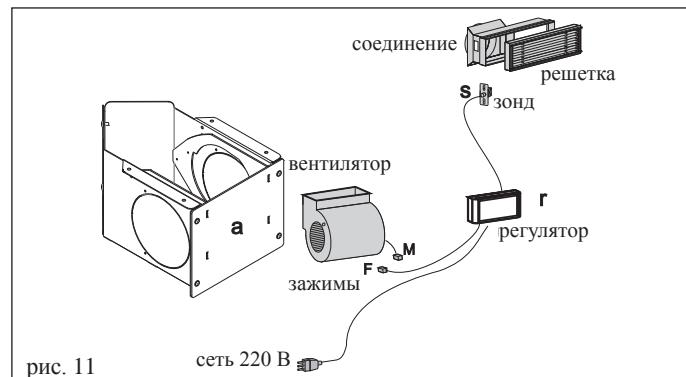
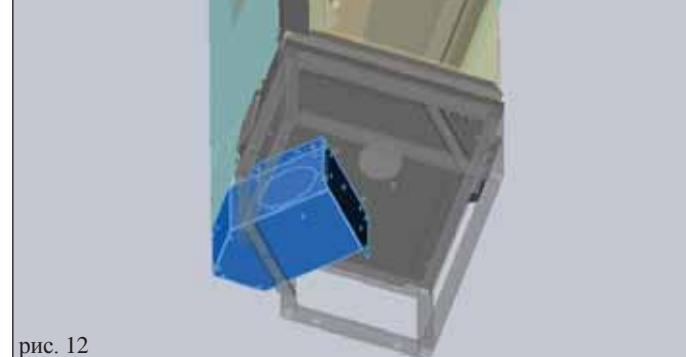

рис. 11
рис. 12
- Снять переднюю панель, удалив 4 винта (а - рис. 11)
- Соединить два разъема M и F (Рис.11).
- Снять одну из двух перфорированных крышек с металлической коробки (рис. 11/12) чтобы протянуть два кабеля от вентилятора к регулятору.
- От регулятора (г - рис. 11) протянуть кабель питания до электрической розетки
- Кабель с зондом (с - рис. 11), напротив, протягивается до одного из патрубков (б - рис. 12) выхода горячего воздуха, обычно расположенных на облицовке колпака.